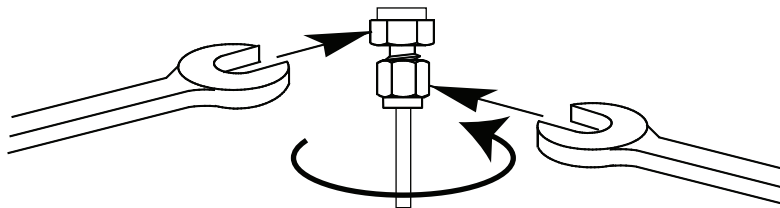

Figura 17. Aperto final
- 7 Para conexões Swagelok de 1/8 pol., use um par de chaves para apertar a conexão em 3/4 de volta. Consulte a Figura 17.